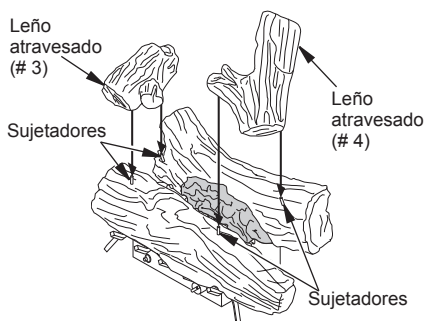

Figura 20 - Instalación de los leños atravesados
3. Ubique los orificios en la parte inferior del leño atravesado izquierdo (# 3). Coloque el leño atravesado sobre los sujetadores ubicados a la izquierda del leño trasero y del leño delantero (consulte la figura 20).
4. Ubique los orificios en la parte inferior del leño atravesado derecho (# 4). Coloque el leño atravesado sobre los sujetadores ubicados a la derecha del leño trasero y del leño delantero (consulte la figura 20).